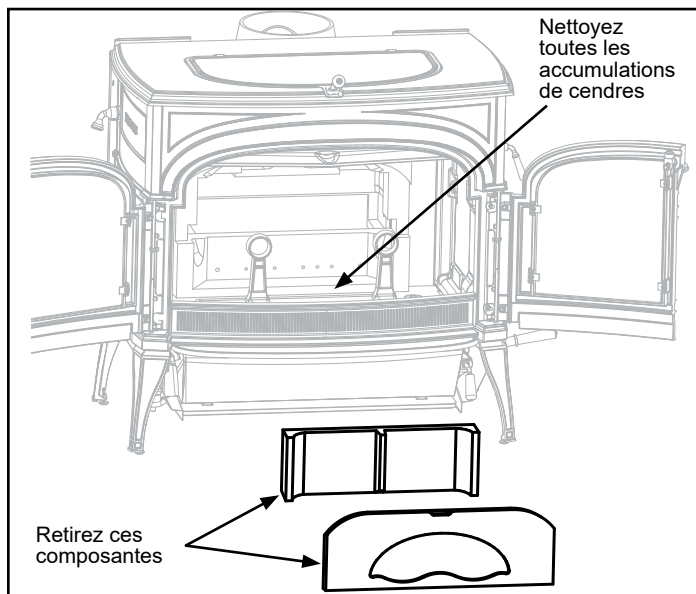

Figure 3.6 – Inspecter et nettoyer les cendres accumulées derrière le système de combustion.
- Vérifiez s'il y a une accumulation de cendres à l'arrière de l'ensemble de combustion et nettoyez-la. Il est bon de le faire durant le nettoyage annuel du carneau. Inspectez le passage derrière l'ensemble de combustion (un miroir facilitera la tâche) et aspirez les cendres à l'aide d'un tuyau d'aspirateur flexible inséré dans ce passage (figure 3.6).